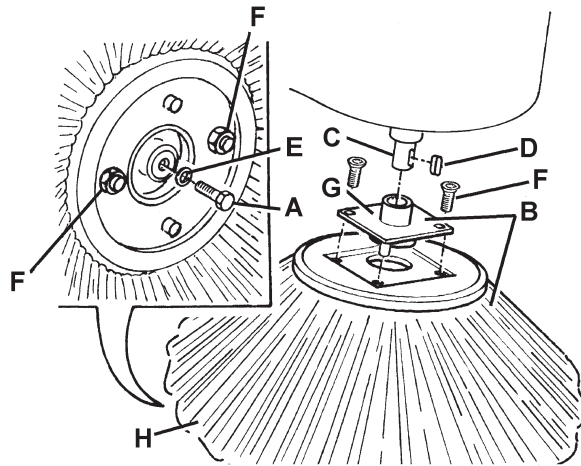

Abbildung 11
1. Die Maschine auf einen flachen Boden stellen und die Feststellbremse mittels des Pedals (75) und des Hebels (68) betätigen.
2. Zündschlüssel (67) in Stellung 0 drehen.
3. Betreffenden Seitenbesen mit dem Hebel (70) oder (71) anheben.
4. Schraube (A, Abb. 11) in der Mitte des Seitenbesens herausdrehen. Seitenbesen (B) von der Welle (C) lösen und zusammen mit der Nabe abnehmen.
5. Die beiden Schrauben mit Muttern (F, Abb. 11) auf einer Werkbank entfernen und Nabe (G) vom Besen (H) abnehmen.
6. Den neuen Seitenbesen (H, Abb. 11) auf der Nabe (G) anbringen und die Schrauben mit Muttern (F) anziehen.
7. Keil (D) anbringen und den neuen Seitenbesen mit Nabe (B, Abb. 11) einbauen. Unterlegscheibe (E) anbringen und Schraube (A) eindrehen.